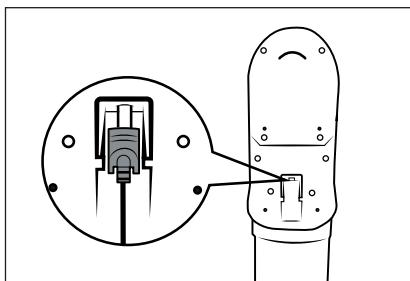

Fig. 8
- Vuelva a cargar la batería ② en cuanto el indicador de la batería ⑥ muestre que la carga residual de la batería ② ①①① es baja.
- El aparato se apaga poco después de indicar que la batería ② ①①① está descargada.
- La aspiradora también puede cargarse directamente a través del adaptador de red ⑩. Para ello, extraiga el conector coaxial ⑪ del soporte mural ⑯ con un leve giro e insértelo en la conexión de carga ③ del aparato (consulte la fig. 8).